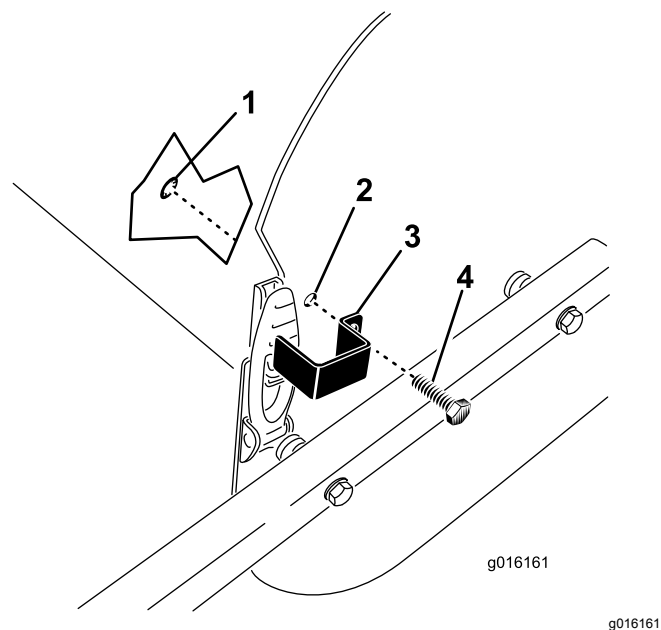

图35
2. 用带头螺栓和卡环将门锁板固定到侧板上图35。
1. 将门锁板放置到机罩门锁上同时将安装孔与侧板中的孔对齐图35。